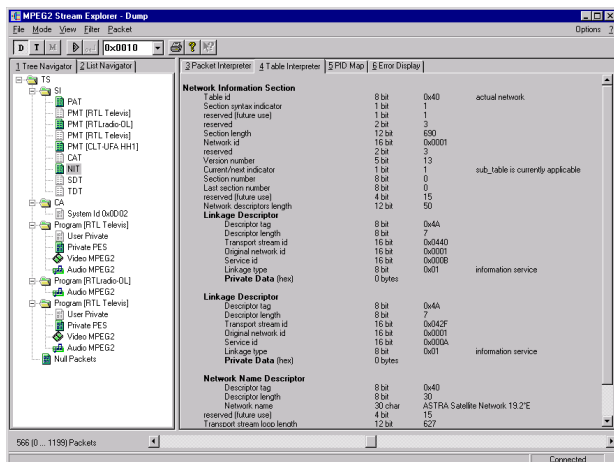

Bild 2: Übersichtliche Darstellung der Strukturen des Transportstroms mit dem Tree Navigator und einzelner Tabellen im Table Interpreter
- **TS NAVIGATOR:** Darstellung des Transportstrominhaltes in Form eines Strukturbaums (im Bild 2 links)
- **TABLE INTERPRETER:** (Bild 2 rechts) Listet alle Elemente einer ausgewählten Tabelle auf und interpretiert deren Inhalt. Die folgenden Tabellen sind wählbar: PAT, PMT, CAT, NIT, BAT, SDT, EIT, RST, TDT, TOT, ST, SIT, DIT.